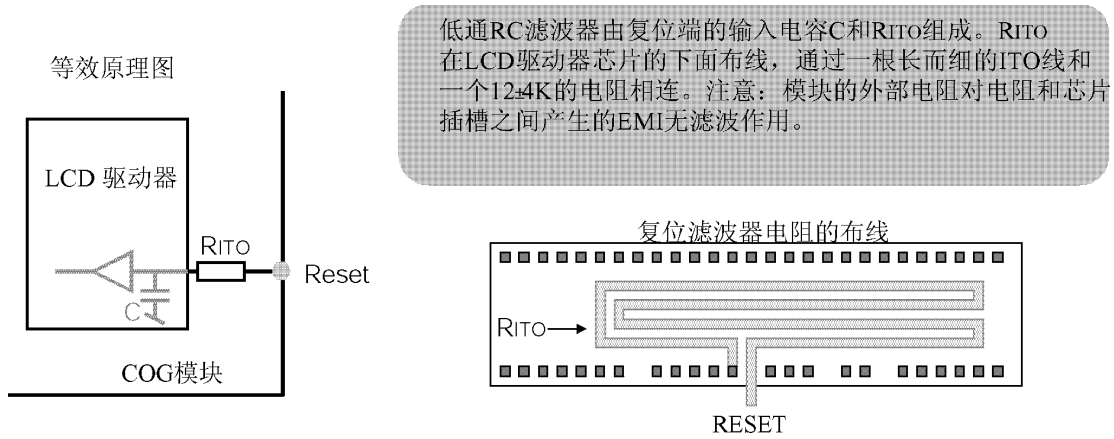

图 8 EMC 低通滤波器 ITO 弯曲电阻的实现
- **硬件 RESET 管脚:** COG 应用中接口和电源线较 COB、TCP 或 COF 更大。而且从一根 ITO 走线到紧跟其后的另一根 ITO 走线的每根线的电阻也有很大不同。这种电阻的差异大约为 100 欧姆。这样在 EMC 事件中会造成 ITO 走线之间产生很大的差分电压。而 RESET 管脚会将这个 EMI 电压脉冲 (大约 5ns) 当作是一个复位命令。为了防止这种情况，PHILIPS 的大部分 LCD 驱动器 IC 的 RESET 管脚都连接有一个低通滤波器。为了利用寄生管脚电容来构造一个低通滤波器，一些老式的器件需要一个外部 ITO 电阻直接连接到 IC 插槽下面 (如图 8 所示)。这些类型的器件为：PCF2119/F1 (不是 PCF2119/F2)，PCF8548/F1&PCF8548/3，PCF8531/F1，PCF8801，OM6206 (不是 OM6206/2)。